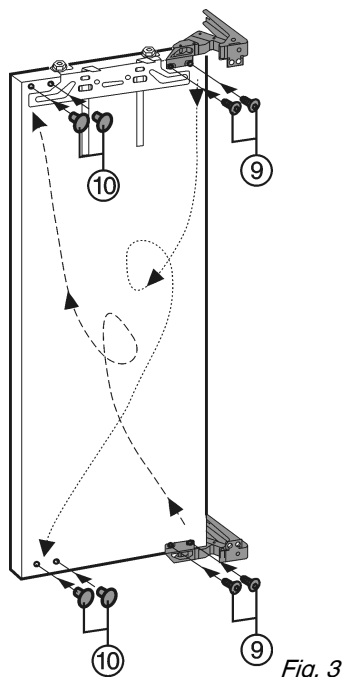

Fig. 3
- Hængsler skrues af Fig. 3 (9) fra døren og flyttes.
- Nu frie montagehuller lukkes med propper Fig. 3 (10).